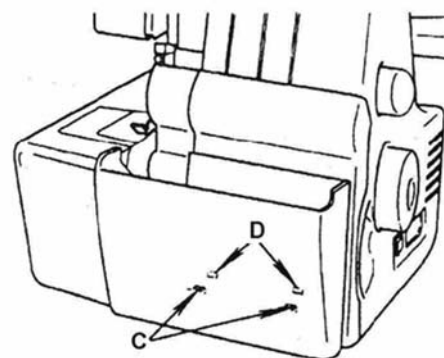

Abb.7
- Führen Sie dann die beiden Arretierungen (C) in die Aufnahmелöcher (D) (Abb. 7).